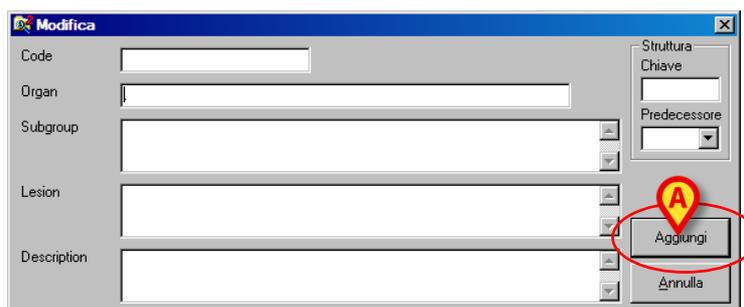

Fig 63
1. cliccare il pulsante . Si aprirà una finestra che permette di inserire tutti i dati necessari (Fig 63).
3. Cliccare il pulsante **Aggiungi** sulla finestra (Fig 63 **A**). L'elemento sarà così aggiunto agli insiemi preesistenti.